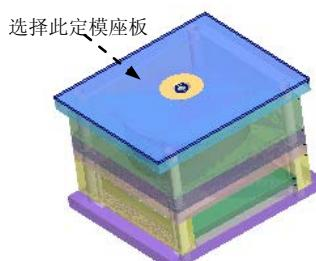

图 30.25 定义去除材料对象
Step4. 设置深度选项。在操控板中选取深度类型 **到下**（直到最后）；单击操控板中的 **相交** 按钮，在“相交”界面中取消选中 **自动更新** 复选框，并移除所有相交的模型，然后选取图 30.25 所示的定模座板为去除材料对象；在“拉伸”操控板中单击 **确定** 按钮，完成特征的创建。